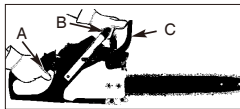

Fig. 10
3. Apucați mânerul posterior (A) cu mâna dreaptă (Fig. 10).
4. Cu mâna stângă, țineți mânerul frontal (B) [nu mânerul blocării lanțului (C)] ferm (Fig. 10).
5. Apăsăți declanșatorul clapetei la 1/3 accelerație, apoi activați imediat clapeta de blocare a lanțului (C) (Fig. 10).